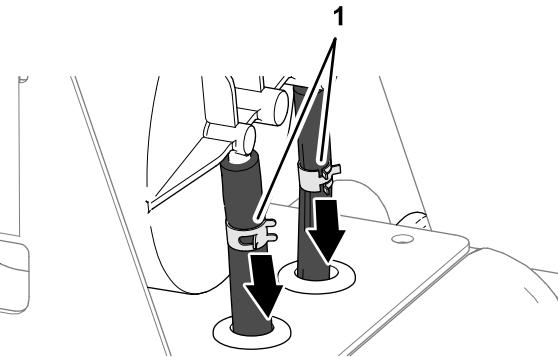

図 79
3. カーボンキャニスタのフィッティングにホースを固定しているホースクランプ2個をゆるめる図 79。